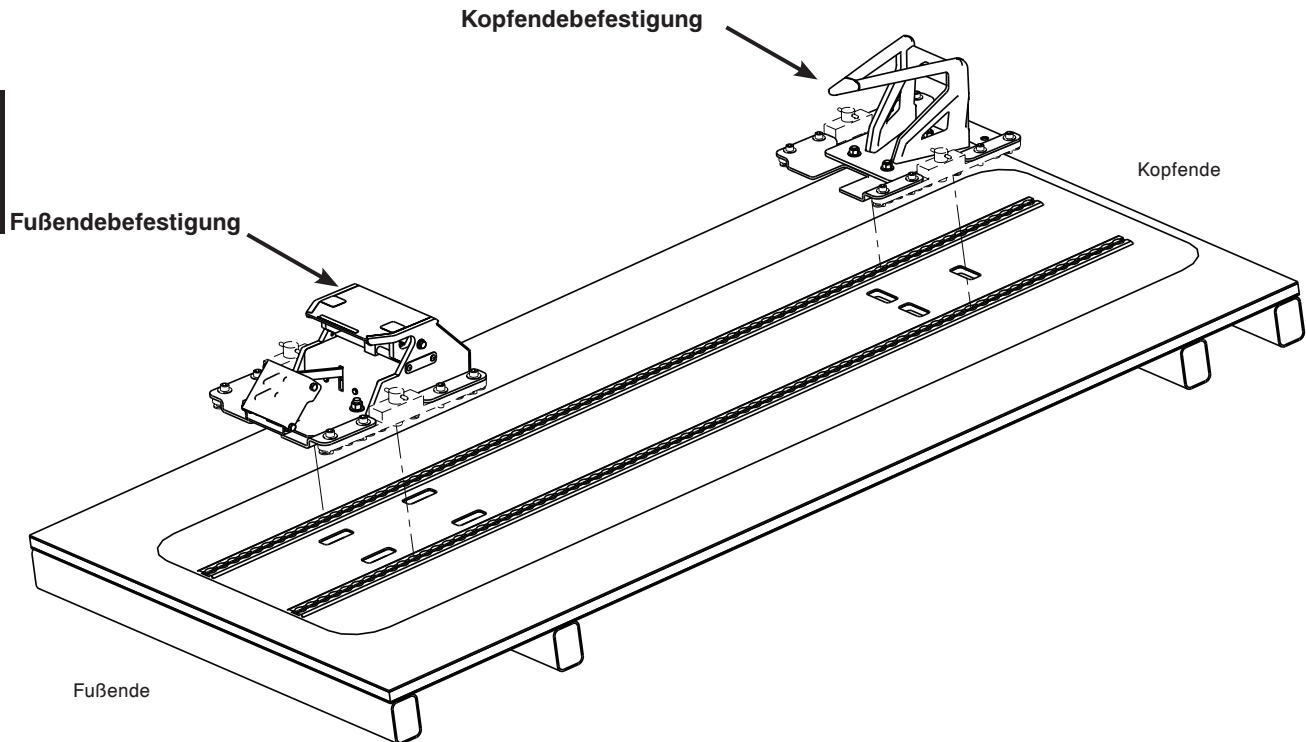

Abbildung 7 - Kopf- und Fußendebefestigung – Installation auf Bodenschienen
6. Die Schritte 2 – 5 wiederholen, um die Kopfendebefestigung an der Bodenschiene zu installieren (Abbildung 7).